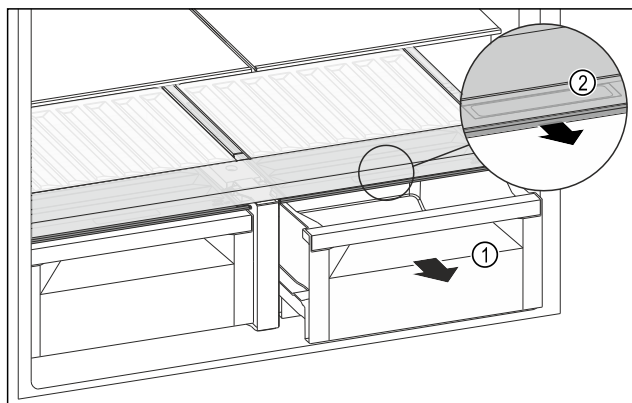

Fig. 126
- Schuifvak Fig. 126 (1) uittrekken.
- Greeplijst Fig. 126 (2) op het vakdeksel vastpakken en het vakdeksel gelijktijdig naar voren trekken.